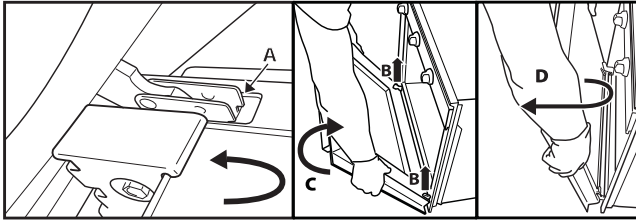

Fig. 2
3. Cerrar la puerta al máximo (A), levantarla (B) y girarla (C) hasta liberarla (D) (Fig. 2).